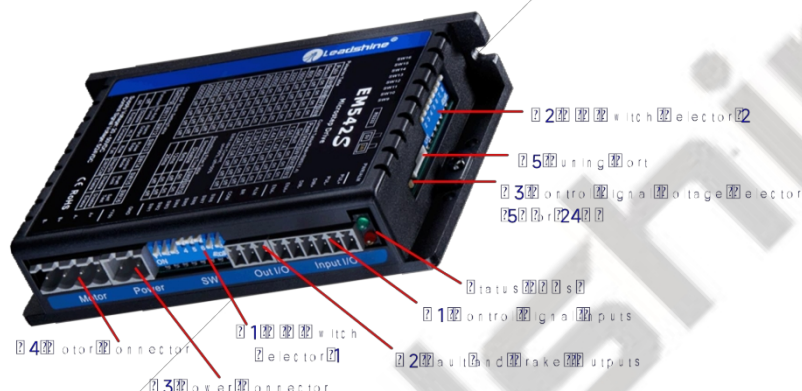

Figura 2 Ubicación de los conectores, interruptores DIP y LED
(5) La señal DIR requiere un avance mínimo de 5 µs respecto a la señal PUL en el modo de pulso único
(6) El flanco activo de PUL y DIR se configura mediante el interruptor DIP SW13
(7) El ajuste de fábrica de la tensión de la señal de control es de 24 V; si es de 5 V, es necesario configurar S3 (figura 2)
(3) La señal ENA requiere una señal DIR previa de al menos 5 µs en modo de pulso único
(4) La tensión predeterminada de la señal de control es de 24 V; si es de 5 V, hay que configurar S3 (figura 2)
(5) El tiempo de activación debe ser de al menos 200 ms
El DM542 admite señales de control diferenciales o de un solo extremo (impulso, dirección y habilitación) en conexión de colector abierto o PNP a través del conector P1 (figura 2). Se recomienda añadir un filtro de línea EMI entre la fuente de alimentación y el variador para aumentar la inmunidad al ruido del variador en entornos con interferencias.
El primer selector de 8 bits se encuentra en el lateral (selector DIP 1 en la figura 2) y se utiliza para configurar los ajustes de resolución de micropasos, corriente de salida y corriente de reposo del motor, tal y como se muestra a continuación; el ajuste de fábrica de SW1-SW8 es **ON, ON, ON, OFF, OFF, OFF, ON, ON**.
El segundo conmutador DIP de 8 bits se encuentra en la parte superior (selector de conmutador DIP 2 en la figura 2) y se utiliza para configurar los ajustes del tiempo de filtrado de las órdenes de control, la autoconfiguración del motor, la impedancia de salida de fallo, el flanco activo del pulso, el modo de control, el bloqueo del eje y la autocomprobación, tal y como se muestra a continuación; el ajuste de fábrica de SW1-SW8 es **OFF, OFF, OFF, OFF, OFF, OFF, OFF, OFF**.
El tercer selector de 1 bit se encuentra en la parte superior (selector de interruptor DIP 3 en la figura 2) y se utiliza para configurar la tensión de las señales de control. Por motivos de seguridad del acoplamiento óptico, el ajuste de fábrica es de 24 V, lo que elimina la necesidad de conectar resistencias de 2 kΩ como en los antiguos variadores, lo que facilita su uso. Cuando la tensión de la señal de control es de 5 V, el S3 debe ajustarse a 5 V; de lo contrario, el motor no funcionará.